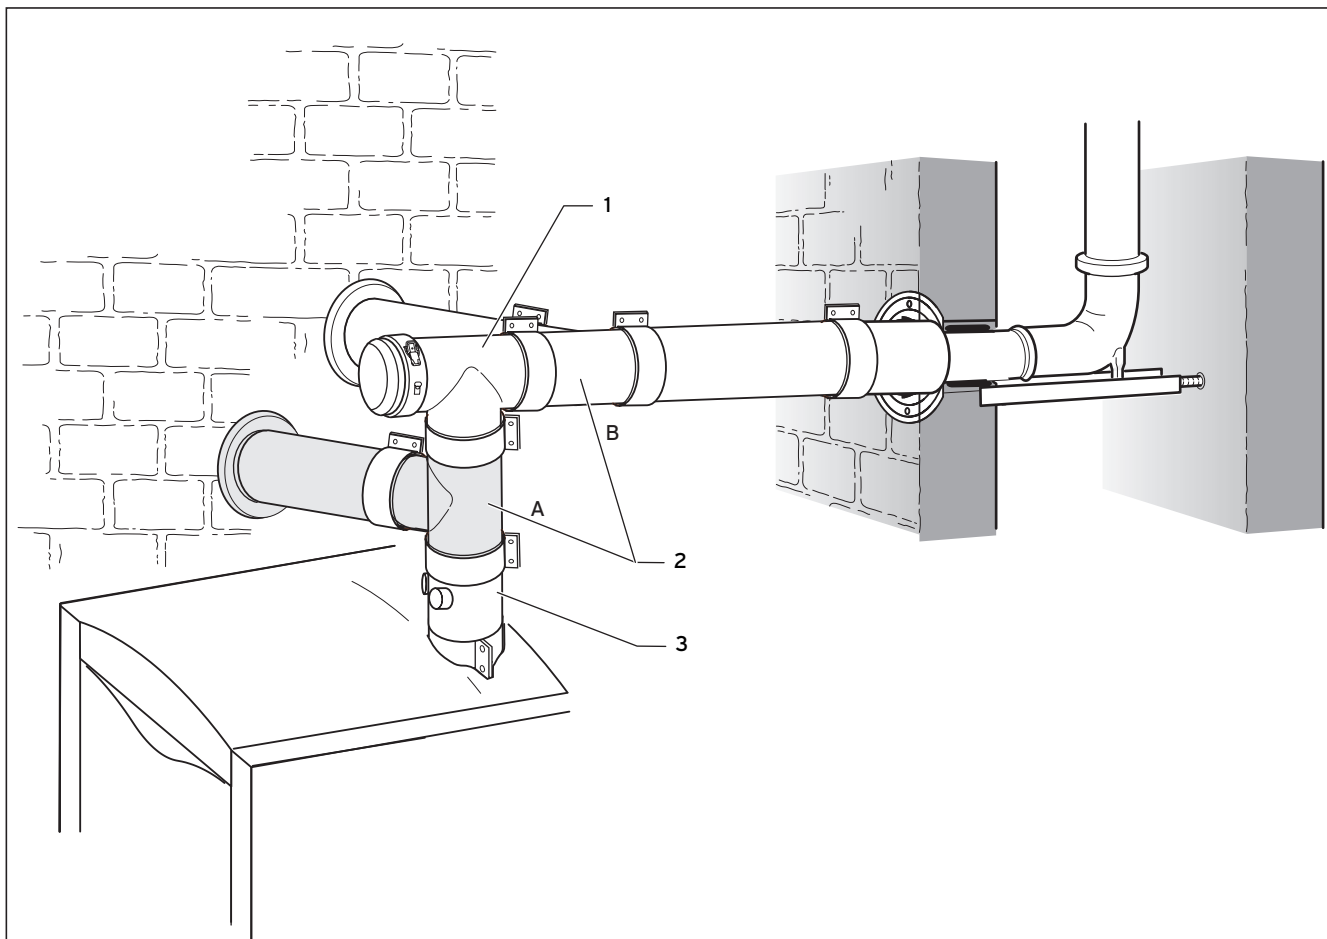

Fig. 4.33 Possibilités de raccordement pour une arrivée d'air séparée
- Raccordez la pièce en T d'inspection à 87° (3) à l'élément de raccord de l'appareil (2).
- Raccordez la pièce en T de raccordement de l'arrivée d'air (4) à la pièce en T d'inspection à 87° (3).
La pièce en T de raccordement de l'arrivée d'air (4) peut également être installée entre l'élément de raccord de l'appareil (2) et la pièce en T d'inspection (3) (→ Fig. 4.33)
- Enfichez le séparateur (5) avec le manchon jusqu'à la butée sur la rallonge (6).
- Raccordez la rallonge (6) au conduit des fumées (7).
- Raccordez le séparateur (5) à la pièce en T de raccordement de l'arrivée d'air (4). Cette position servira plus tard de point de séparation.
- Montez le collier (8) du séparateur.
- Posez les rallonges et les conduits jusqu'à la pièce en T de raccordement de l'arrivée d'air (4). Commencez sur la pièce d'aspiration d'air (1).